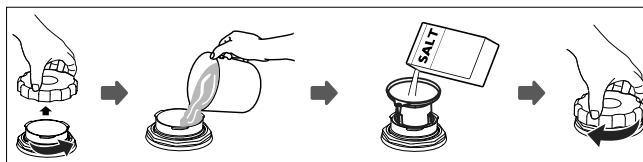

Fig. 13 – Llenado de sal
- ▶ Retire la cesta para vajilla (6) y desenrosque la tapa del depósito de sal (11).
- ▶ Antes del primer uso, añada aprox. 1 l de agua en el depósito de sal (véase **Fig. 13**).
- ▶ Con un medio auxiliar adecuado, p. ej., un embudo de uso doméstico, añada 130 g de sal para lavavajillas en el orificio del depósito de sal (11). Es normal que salga agua del depósito de sal.
- ▶ Una vez que haya llenado el depósito, vuelva a enroscar la tapa en sentido horario (véase **Fig. 13**).